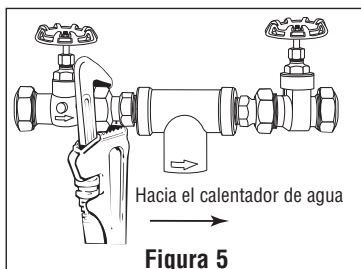

Figura 5
- Ajuste firmemente todas las tuercas de compresión manteniendo el ensamblaje de la cabeza AP430SS en posición vertical. (Figura 5)